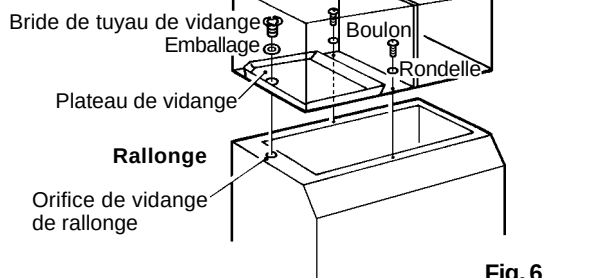

Fig. 6
5) Fixez la machine inférieure (modèle X) au-dessus du bac de stockage. Voir Fig. 6.
6) Fixez la machine inférieure en vissant les deux boulons et les deux rondelles en plastique fournis. Voir Fig. 6.
Alignez l'orifice de vidange du bac de stockage à l'orifice du plateau de vidange. Insérez l'emballage (accessoire du bac) et serrez la bride du tuyau de vidange (accessoire du bac) à la valeur de couple de 39.2 Nm. Voir Fig. 6.